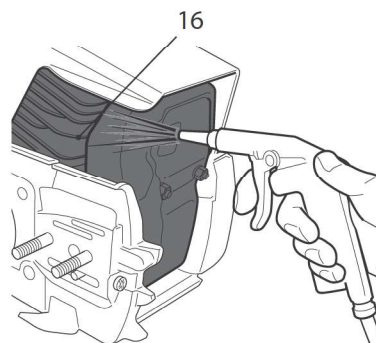

Fig. 56
- > A acumulação de poeiras entre as aletas de refrigeração (16) do cilindro pode levar a um sobreaquecimento do motor. Verifique e limpe regularmente as aletas de refrigeração (16) do cilindro com um jato de ar. (Fig. 56).